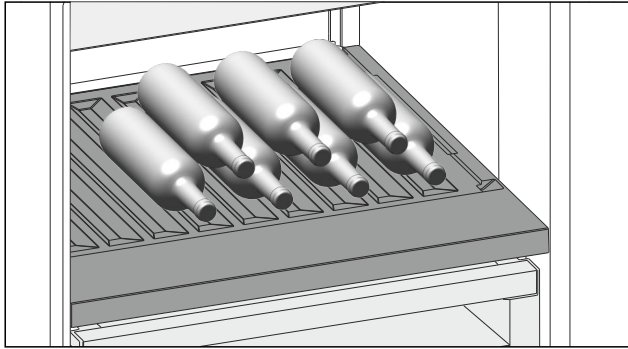

Fig. 117
- ▶ Placer les bouteilles avec le fond orienté vers la paroi arrière de l'appareil. (voir Fig. 117)